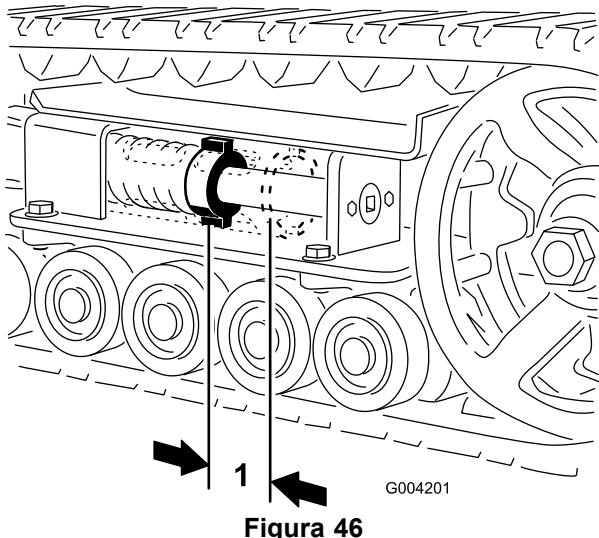

Figura 46
4. Con una llave de vaso de  $\frac{1}{2}$ ", gire el tornillo tensor en el sentido contrario a las agujas del reloj hasta que la distancia entre la tuerca tensora y la parte trasera del tubo tensor (Figura 46) sea de 7 cm ( $2\frac{3}{4}$ ").
11. Gire el tornillo tensor en el sentido contrario a las agujas del reloj hasta que la distancia entre la tuerca tensora y la parte trasera del tubo tensor (Figura 46) sea de 7 cm (2 3/4").